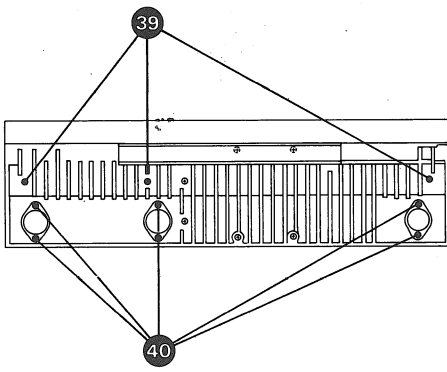

Fig. 3.17.-1
- Pro Print 1 Schraube (39) lösen (Fig. 3.17. - 1).
- Leistungstransistor lösen 2 Schrauben (40) (Fig. 3.17. - 1) und aus der Halterung herausziehen.
- Remove 1 screw (39) (fig. 3.17. - 1) from heat sink for each circuit board.
- Undo 2 transistor mounting screws (40) (fig. 3.17. - 1) and pull transistor from its socket.
- Dévisser une vis par print (39) (Fig. 3.17. - 1)
- Dégager les 2 transistors de puissance (2 vis (40)) (Fig. 3.17. - 1) de leur socle.